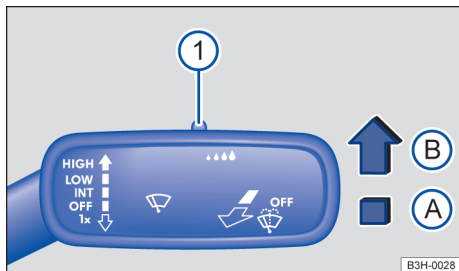

Fig. 78 À direita da coluna de direção: alavanca dos limpadores do para-brisa.
Pressionar a alavanca para a posição desejada → Fig. 78:
A sensibilidade do sensor de chuva pode ser ajustada manualmente com o interruptor na alavanca dos limpadores do para-brisa → Fig. 78 ① → ⚠.